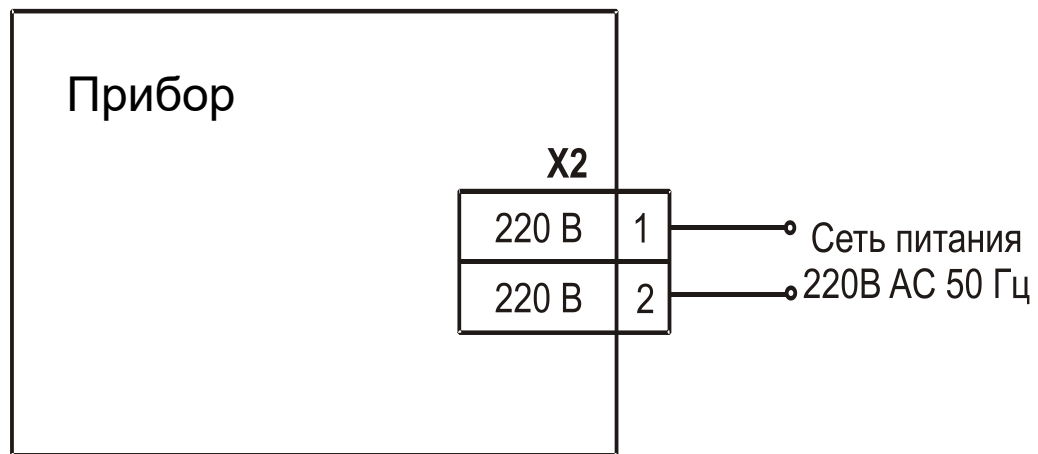

Рис. 10.5 – Схема подключения прибора к сети питания
10.5 Подключение прибора к сети питания (рис. 10.5).